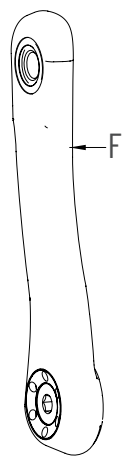
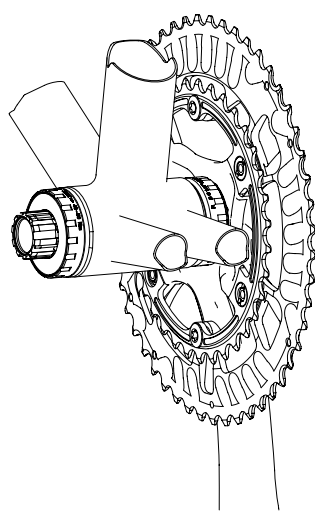

FIG. 3
FIG. 4
• Infilate il perno della pedivella destra (D) (Fig. 2) ed accoppiate la pedivella sinistra (F) (Fig. 3) per mezzo di una chiave dinamometria (I) con brugola da 8 mm (G) (Fig. 4) e chiudete ad una coppia di chiusura di 42-45 Nm (Fig. 4).
• Per lo smontaggio della guarnitura, inserire una brugola da 8 mm (G) (Fig.4) nella pedivella sinistra e ruotare in senso antiorario in quanto il tappo coprivate agisce da estrattore.